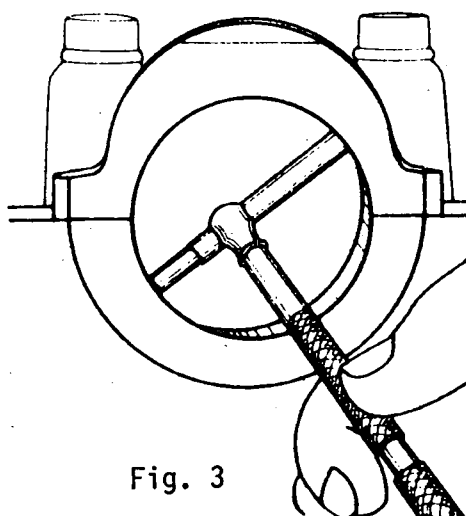

Fig. 3
- f Meça, com um micrômetro, o interior de cada mancal e compare com a indicação do fabricante (fig. 3).